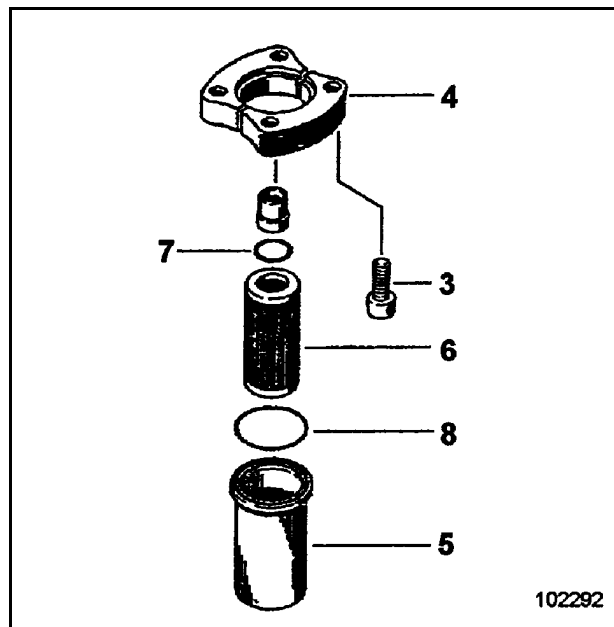

Fig. 3-70:
- Soltar la brida (4, Fig. 3-70:).
- Sacar el elemento filtrante (6) de la caja (5).
- Insertar el elemento filtrante nuevo en la caja de filtro (5) y montarlo con un anillo de obturación nuevo y ligeramente lubricado (8) en la cabeza de filtro.
- Insertar el elementos filtrante nuevo (6, Fig. 3-70:) y montarlo con un anillo de obturación nuevo y ligeramente lubricado (7).